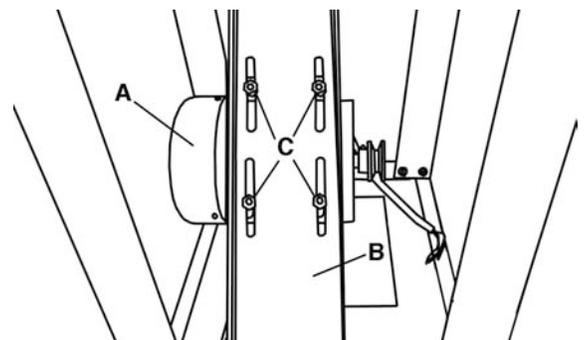
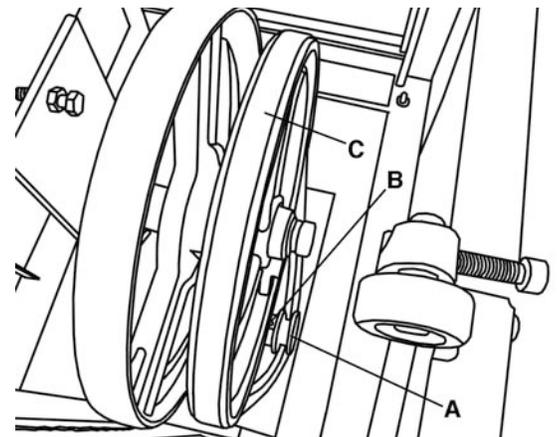

FIGURE 6
FIGURE 9
Moteur - Assemblez le moteur (A) Fig. 6 à la plaque de support du moteur (B). Assurez-vous que la poulie du moteur est alignée avec l'ouverture de la plaque du haut. Fixez le moteur à la plaque de support du moteur en utilisant des boulons hexagonaux, rondelles à ressort, rondelles et écrous hexagonaux (C). Ne serrez pas complètement les écrous hexagonaux.
Avant l'installation de la courroie en V, il est important de s'assurer que la poulie du moteur (A) Fig.9 est en alignement avec la poulie supérieure. Si un ajustement est nécessaire, desserrez la vis sans tête (B) qui fixe la poulie du moteur, ajustez la position de la poulie du moteur et reserrez la vis sans tête.
Pour installer la courroie en V (C) Fig.9, desserrez les boulons hexagonaux du support du moteur (C) Fig.6 et soulevez le moteur. Placez la courroie en V autour de la poulie du moteur et la poulie supérieure. Relâchez le moteur, appliquez une pression sur le moteur pour tensionner la courroie en V, il devrait y avoir approximativement 1/4" de déviation dans la courroie en V. Reserrez les boulons hexagonaux du support du moteur.